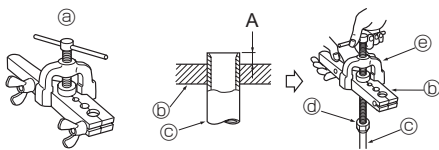

Fig. 5-6
5.2.4. Rozválcování (Fig. 5-6)